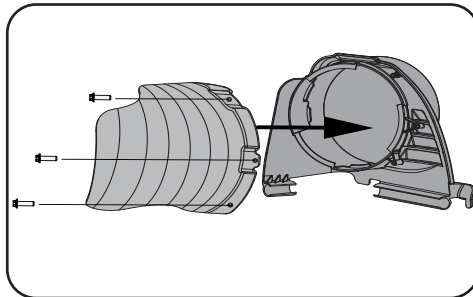

Figure 4-9
3. Fixez le support de goulotte supérieur au déflecteur de goulotte à l'aide des trois (3) vis fournies dans le kit de matériel 689-02299. Consultez la Figure 4-9.